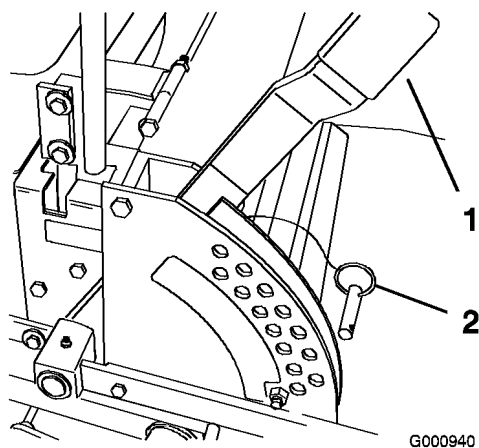

Figure 19
1. Relevez le levier de sélection de hauteur de coupe en position de transport (qui correspond aussi à la hauteur de coupe de 114 mm) (Figure 19).
2. Pour changer de hauteur de coupe, retirez l'axe de chape du support de hauteur de coupe (Figure 19).
3. Placez l'axe de chape dans le trou du support correspondant à la hauteur de coupe voulue (Figure 19).